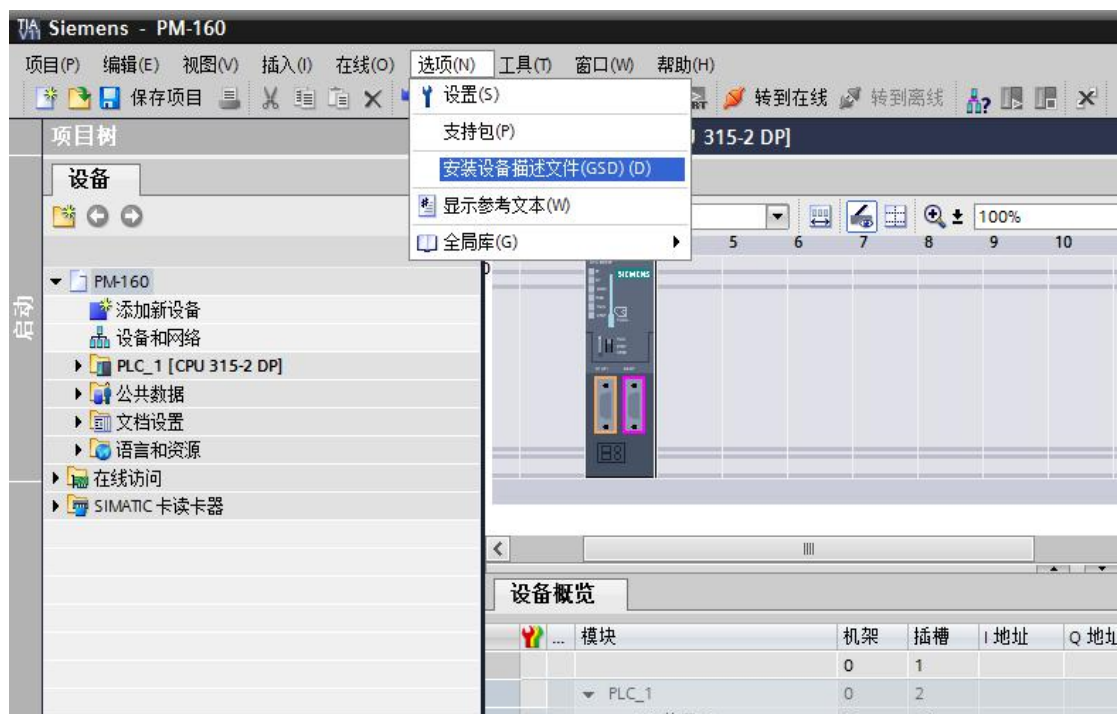

图 5 安装 GSD 文件
2.1 点击 选项 > 安装设备描述文件 (GSD) (D) , 如图 5 所示, 在弹出窗口中点击  浏览文件夹找到 PM-160 的 GSD 文件, 点击“确定”便可将 GSD 文件添加到窗口中 (注意:GSD 文件所在路径中不能包含中文, 否则安装失败), 如图 6 所示; 点击要导入的 GSD 文件前的小方框, 勾选完成, 点击右下方“安装”, 会弹出“确认安装 GSD 文件后需要重启 TIA Portal”的窗口, 然后点击“确定”, GSD 文件开始安装, 如图 9 所示, 安装完成后显示消息“安装已成功完成”, 然后点击窗口下方“关闭 TIA Portal”, 会弹出“更新硬件目录”的窗口, 如图 11 所示: